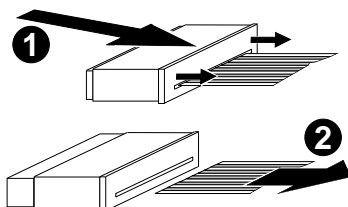

Fig. 8
- Flexprinthalter öffnen ④ (Fig. 8).
- Flexprint aus dem Flexprinthalter ziehen ⑤ (Fig. 8).
- Open the flexprint holder ④ (Fig. 8).
- Pull the flexprint out of its holder ⑤ (Fig. 8).